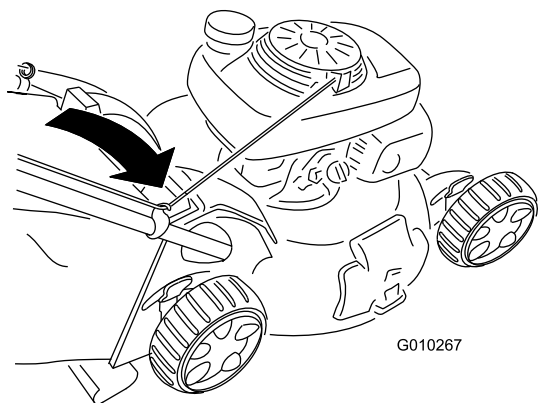

Figura 28
2. Avvolgete il cavo di avviamento attorno al guidacavo inferiore (Figura 28).